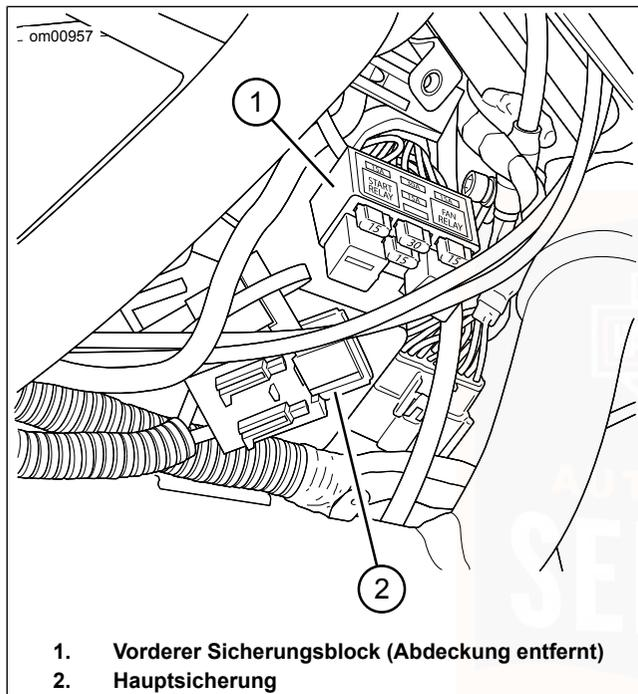

Abbildung 55. Vorderer Sicherungsblock und Hauptsicherung: VRSC-Modelle
3. Siehe Abbildung 55. Der vordere Sicherungsblock ist auf der rechten Oberseite des Batterieträgers angebracht. Die Zungen an den Seiten der Sicherungsblockabdeckung herausziehen. Die Abdeckung entfernen.